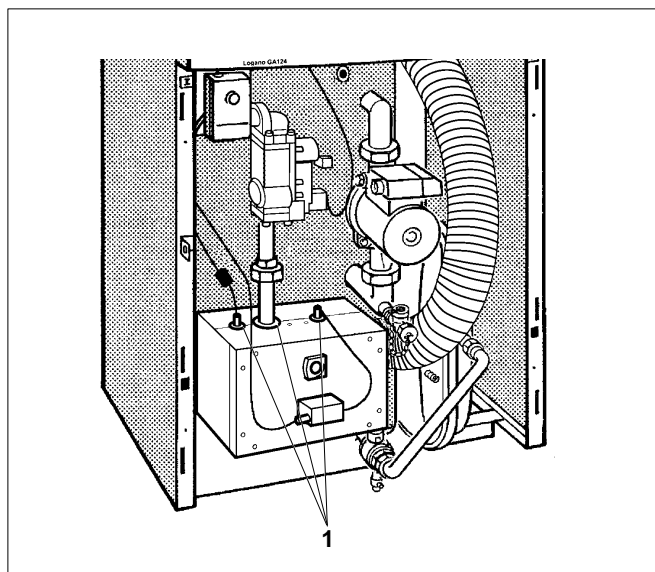

Fig. 39 Brûleur avec couvercle monté
- Veillez à ce que le bord avant du couvercle soit bien inséré dans les embouts d'étanchéité (fig. 39, **pos. 1**)